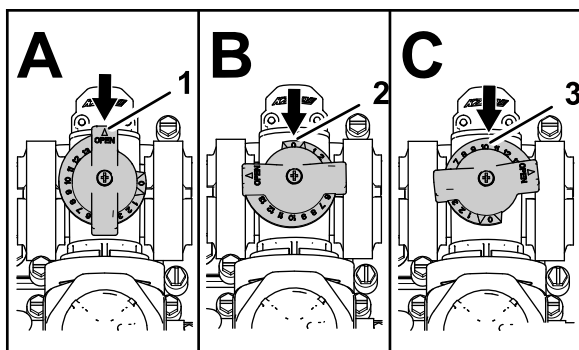

Figura 86
- A válvula de derivação da agitação está na posição totalmente Aberta, como se mostra na **Figura 86 A**.